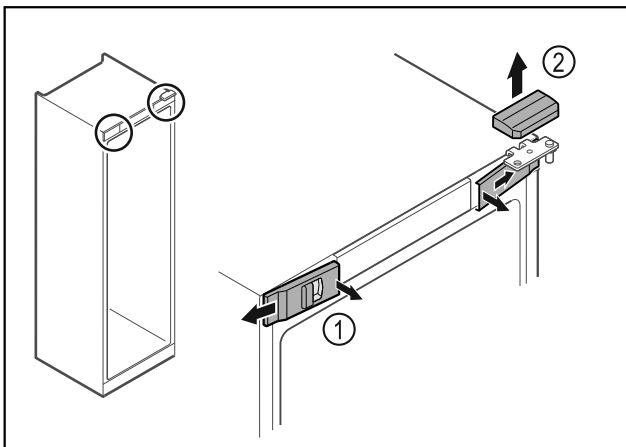

Fig. 4
- Vordere Abdeckungen Fig. 4 (1) innen ausrasten und zur Seite abnehmen.
- Obere Abdeckung Fig. 4 (2) nach oben abnehmen.